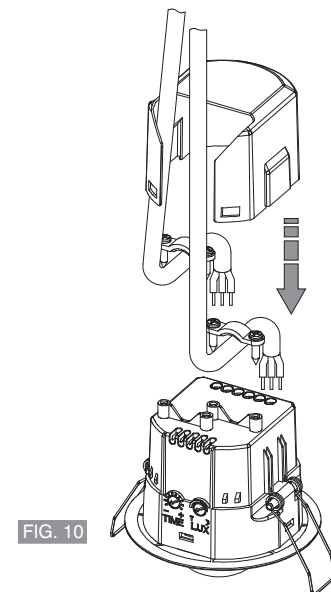

FIG. 10
- Avvitare i bloccacavi e riposizionare la cover coprimorsetti (fig. 10)